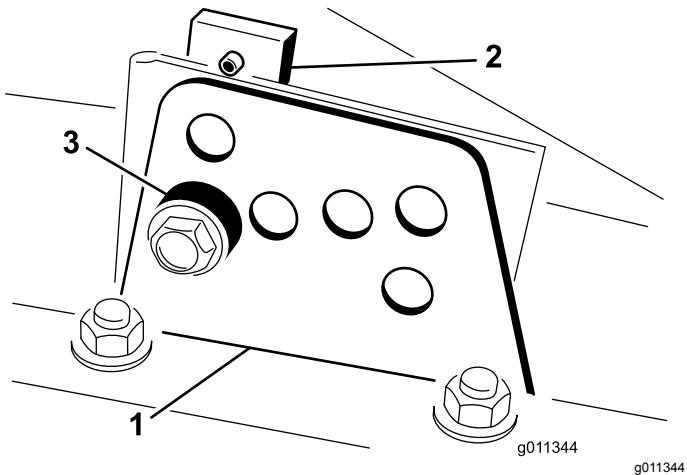

Figura 16
2. Afloje el perno que sujeta cada soporte de altura de corte a la pletina de altura de corte (delante y en cada lado), tal y como se muestra en la Figura 16.
4. Sujetando la cámara, retire el espaciador (Figura 16)